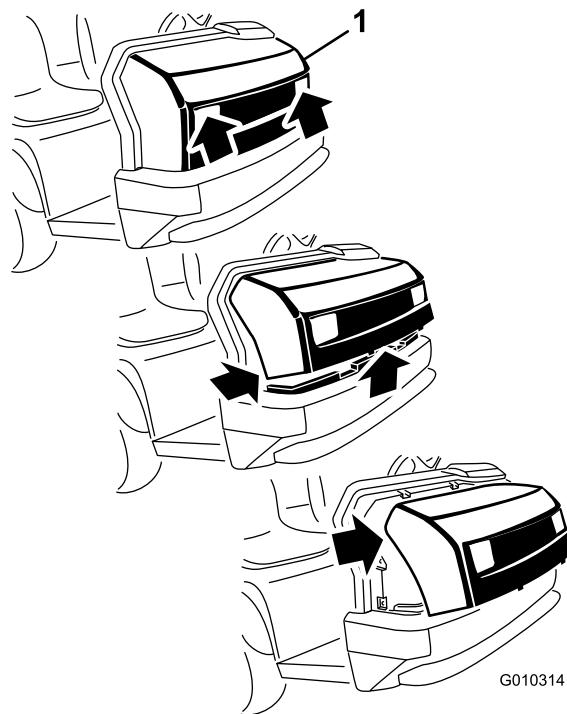

Figura 27
- Sujete el capó por los orificios de los faros y levántelo para poder liberar las pestañas de montaje inferiores de las ranuras del bastidor (Figura 27).
2. Gire hacia arriba la parte inferior del capó hasta que pueda retirar las pestañas de montaje superiores de las ranuras del bastidor (Figura 27).
3. Gire hacia adelante la parte superior del capó y desenchufe los conectores de los cables de los faros (Figura 27).
2. Introduzca las pestañas de montaje superiores en las ranuras del bastidor (Figura 27).
3. Introduzca las pestañas de montaje inferiores en las ranuras del bastidor (Figura 27).